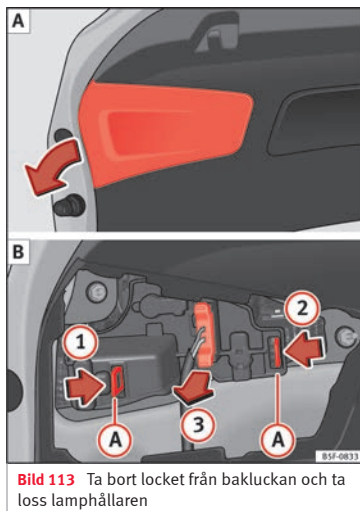

Bild 113 Ta bort locket från bakluckan och ta loss lamphållaren
- Ta bort locket från bakluckan i den riktning som pilen visar » **bild 113 A**.
- Öppna fästklämmorna **A** på lamphållaren genom att följa pilarnas riktning **1** och **2** » **bild 113 B**.
- Ta bort glödlampen genom att vrida den i samma riktning som pil **3** » **bild 113 B**.
- Se till att fästklämmorna **A** » bild 113 **B** sitter rätt när du monterar tillbaka lamphållaren.